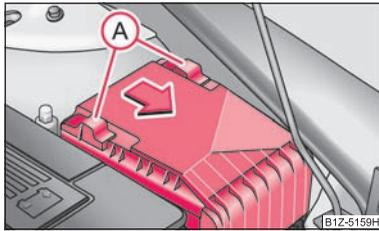

Fig. 186 Cache des fusibles dans le compartiment moteur
- Faites glisser l'étrier de sûreté (A) ⇒ fig. 186 jusqu'à la butée, le symbole  apparaît derrière l'étrier de sûreté et le cache peut être retiré.